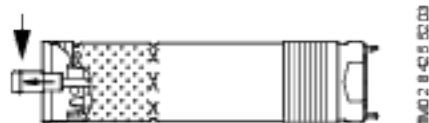

Рис. 5
1. Установить электродвигатель в тисках в горизонтальном положении и зажать его, смотри рис. 5.
2. Выдвинуть вал насоса в позицию, показанную на рис. 5.